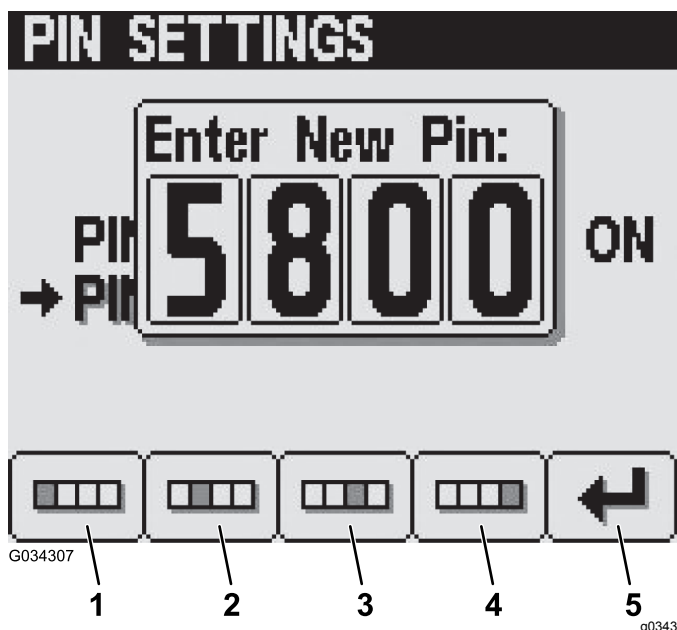

图 29
5. 使用 1 号到 4 号按钮输入您的新 PIN输入完成后按 5 号按钮图 29。